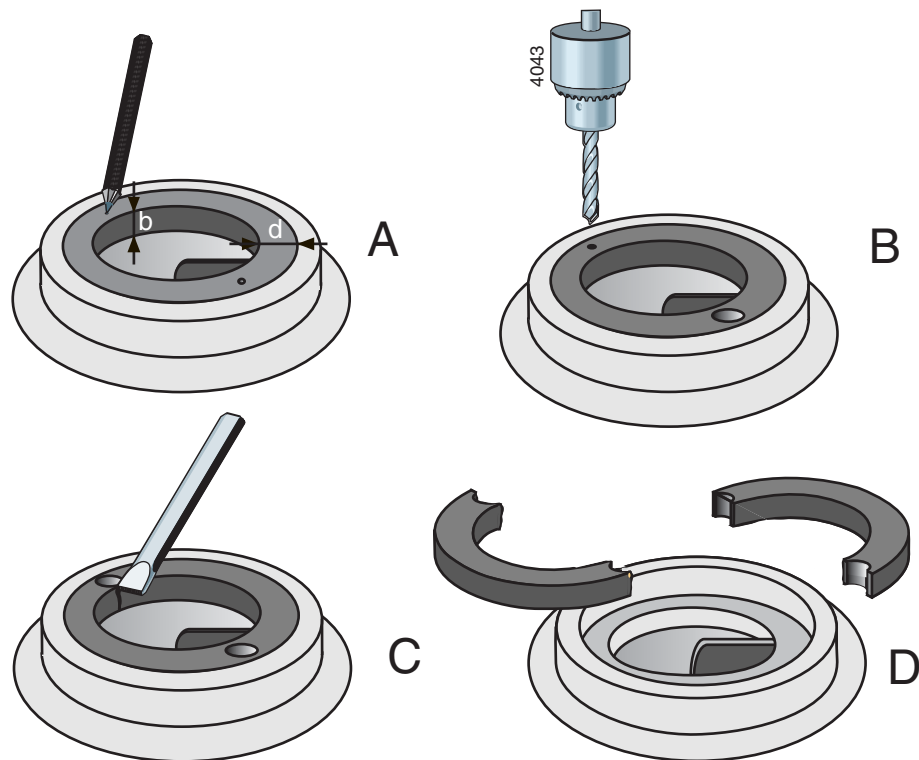

Figura 14: Îndepărtarea inelului de uzură
- 1 Măsurați grosimea (d) și lățimea (b) a inelului, a se vedea figura 14 A.
- 2 Dați o gaură centrală în mijlocul marginii inelului în două puncte opuse, a se vedea figura 14 B.
- 3 Utilizați un burghiu cu diametrul puțin mai mic decât grosimea (d) a inelului și dați două găuri în inel, a se vedea figura 14 C. Găurile nu trebuie să fie mai adânci de lățimea (b) a inelului. Aveți grijă să nu deteriorați marginea de prindere a carcasei pompei.
- 4 Utilizați o daltă ca să tăiați partea rămasă din grosimea inelului. Puteți acum să îndepărtați din două bucăți inelul de pe carcasa pompei a se vedea figura 14 D.